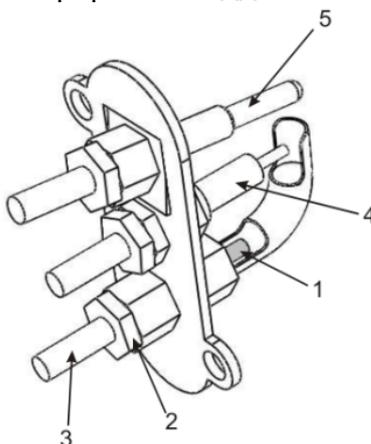

Рис.10 Устройство узла запальной горелки
- Приподнимите запальную горелку. Открутите ключом на 10 муфту подводящей медной трубки 2 (рис.10).
- Выньте из канала смесителя трубку 3 вместе с соплом 1 (рис.10) и замените последнее согласно табл.4.